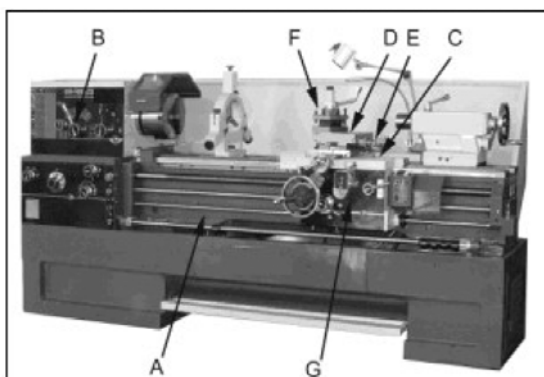

Rys. 9
**Główny wyłącznik zasilania:** (A, rys. 9) Służy do włączania i wyłączania maszyny.
**Skrzynka dołączeniowa kabla zasilania:** (B, rys. 9) Należy zapewnić prawidłowe uziemienie tokarki.